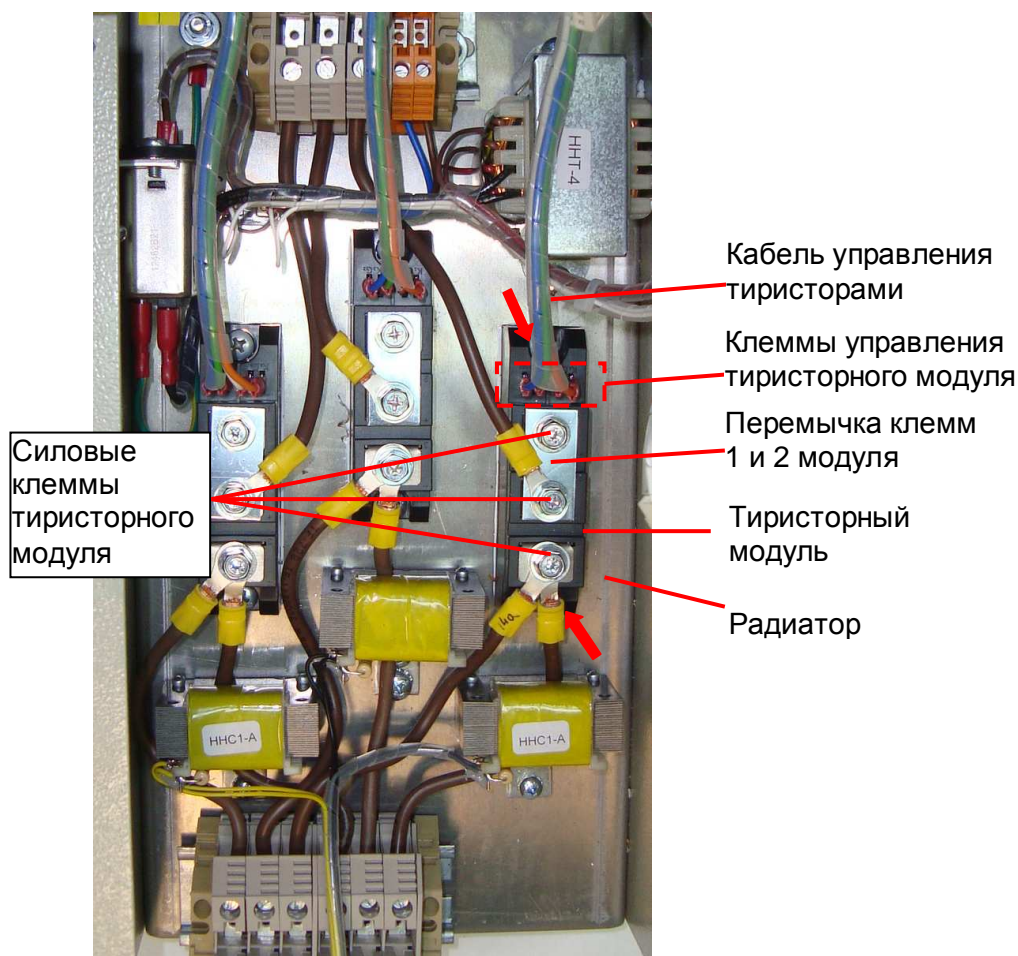

Рис. 6.11. Демонтаж тиристорного модуля фазы L1.
6.10.3. Отвернуть три винта от силовых клемм тиристорных модулей. Убрать перемычку клемм 1 и 2 модуля в тару (рис.6.11).
6.10.4. Отсоединить разъемы кабеля управления тиристорами (рис. 6.11).
6.10.5. Отвернуть два винта крепления модуля (рис. 6.11, красные стрелки) и демонтировать его.